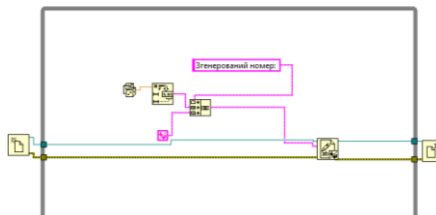

Рис.6.3. Підключення основних елементів до циклу
5. Додати підбір випадкових чисел, для цього виконати наступні дії в меню Numeric – Random Number (0,1). Підписати константу та підключити все як показано на рис.6.3.